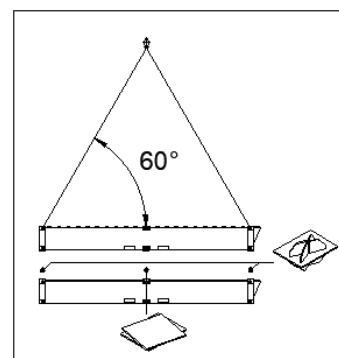

Ilustración 2
5. Entre cada depósito de aguas fecales y el siguiente (en 10' y 20') se utilizarán elementos de centrado («stacking cones») en las esquinas exteriores del módulo, y placas de asiento en el centro entre las vigas longitudinales del techo y del suelo (en 20'), ver ilustración 2.